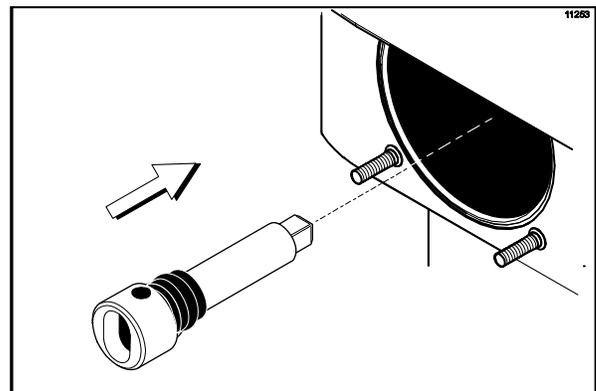

Figura 112
2. Introduzca el eje motor de la batidora de batidos por el cojinete de armazón trasero del cilindro refrigerante y enganche el extremo cuadrado firmemente en el acoplamiento del eje motor. Compruebe que el eje motor entre en el acoplamiento motor sin atorarse. (Vea la figura 112).